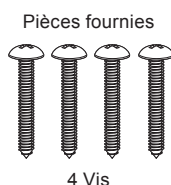

Figure 9B
5. Fixer le tiroir avec les 4 vis fournies. Voir **Figure 9B**.